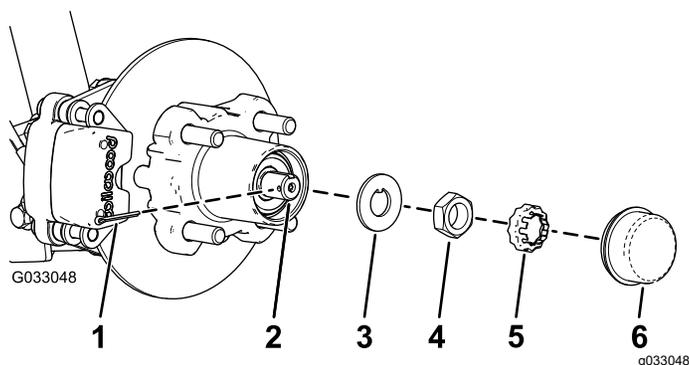
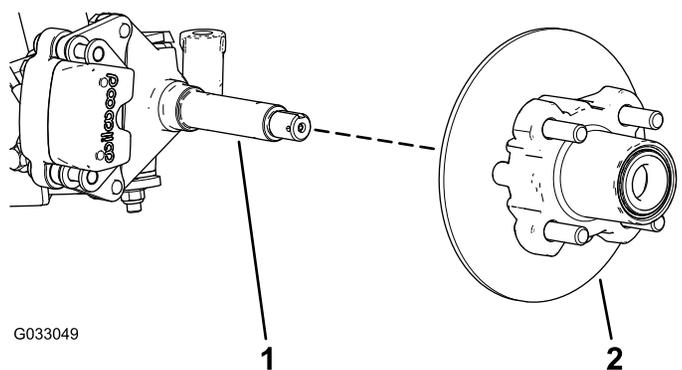

Рисунок 30
Рисунок 31
4. Снимите пылезащитную крышку со ступицы (**Рисунок 30**).
5. Снимите шплинт и держатель гайки с оси и гайки оси (**Рисунок 30**).
6. Снимите гайку оси с оси и отделите ступицу и тормозной диск в сборе от оси (**Рисунок 30** и **Рисунок 31**).